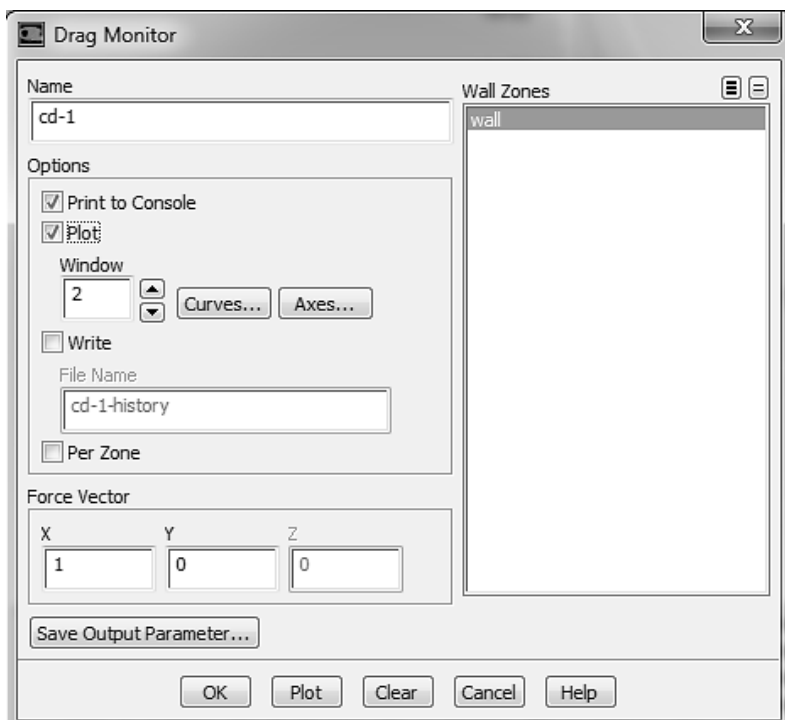

Рис. 1.51
- 5) В окне Wall Zone выбираем wall, рис. 1.51.